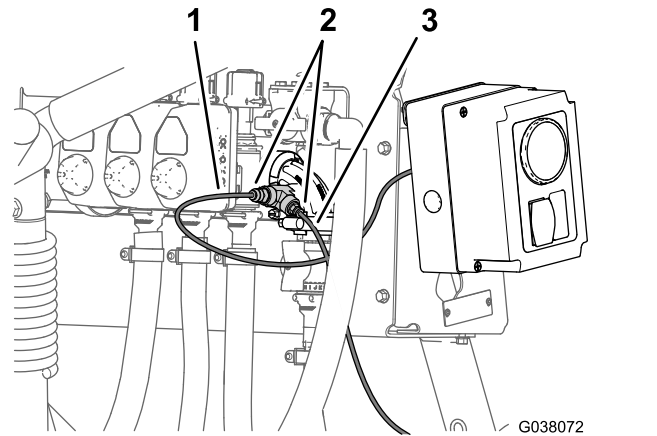

図 125
1. ダッシュボードの水圧計用の水圧検知チューブ樹脂チューブの口を、T字フィッティングのチューブカップラ用ロックカラーに合わせる 図 125。
2. 検知チューブをロックカラーに挿入して一番奥まで押し込む 図 125。
3. スプレーガンキットまたは電動ホースリールキット用のコントロールボックスの水圧計用の水圧検知チューブ樹脂チューブの口を、T字フィッティングのチューブカップラ用ロックカラーに合わせる 図 125。
4. 検知チューブをロックカラーに挿入して一番奥まで押し込む 図 125。